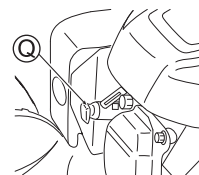

Fig. 35
- 1 Enlevez le Capuchon de bougie (Q). (Voir Fig. 35)